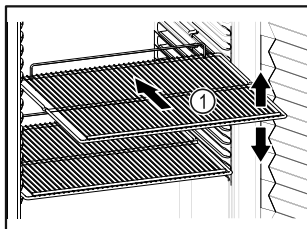

Fig. 48 Immagine a titolo di esempio
- ❑ Se i ripiani Fig. 48 (1) sono spostati, adattare i ripiani in base all'altezza.